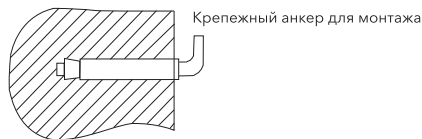

Рис. 3.
2. После выбора места монтажа определите места под два крепежных болта с крюками (в зависимости от спецификаций выбранного изделия). Прodelайте в стене два отверстия необходимой глубины с помощью сверла размером, соответствующим размеру крепежных болтов, вставьте винты, поверните крюк вверх, плотно затяните гайки, а затем установите на него электрический водонагреватель (см. рис. 3).